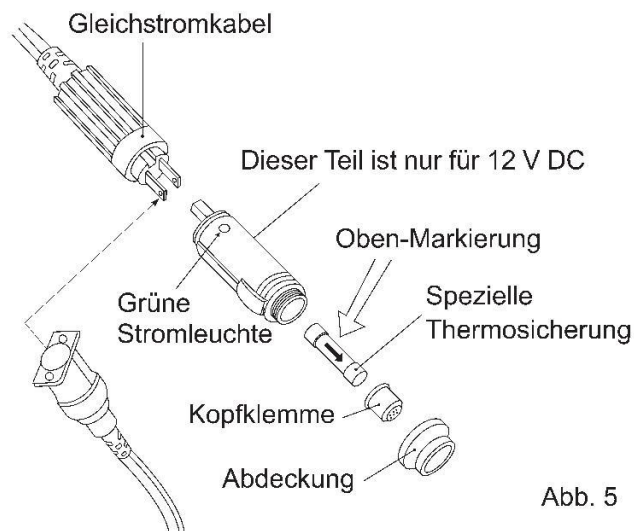

Abb. 5
- 4) Tauschen Sie die Sicherung aus und beachten Sie beim Einsetzen die Polarität (Abb. 5). Verwenden Sie immer eine spezielle thermische Sicherung von einem Engel-Händler. Der aufgedruckte Pfeil der Sicherung weist auf die Kopfklemme, wie in der nachstehenden Abbildung 5 gezeigt.